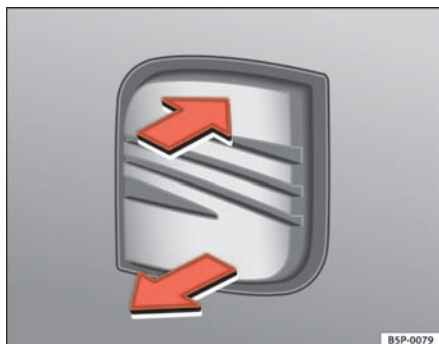

Abb. 66 Heckklappe:
- Ziehen Sie am Griff und heben Sie die Heckklappe an ⇒ **Abb. 66**. Die Heckklappe öffnet sich selbstständig.